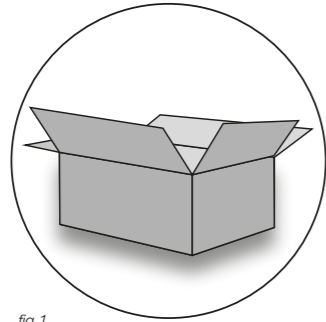

fig.1
- Sortez complètement la machine à relier de son emballage (carton et plastique). *fig. 1*